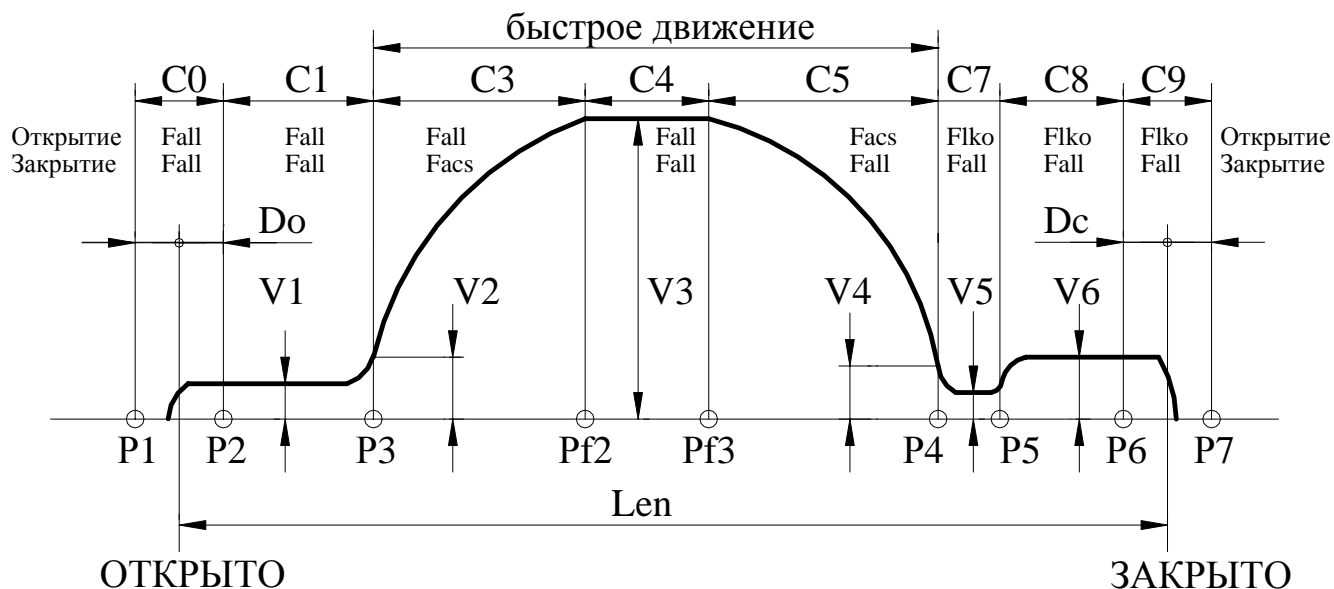

Рис.6. Траектория движения.
3.7.3.3. Если проем был уже промерен, то после синхронизации на 0, *Устройство* начинает двигаться по траектории, показанной на **рис.6**.
3.7.7.4. *Устройство* обрабатывает траекторию движения, показанную на **рис.6**, справа налево.
3.7.7.7. При **полном открытии**, когда *Устройство* определило наличие упора в зоне С0 (см. **рис.6**), замыкается СК ВКО. После этого *Устройство* переходит в режим одностороннего удержания.
3.7.8.4. *Устройство* обрабатывает траекторию движения, показанную на **рис.6**, слева направо.
3.7.8.7. При **полном закрытии**, когда *Устройство* определило наличие упора в зоне С9 (см. **рис.6**), замыкается СК ВКЗ. После этого *Устройство* переходит в режим одностороннего удержания.
- **E0L** – переезд зоны полного открытия (**C0, рис.6**) или полного закрытия (**C9, рис.6**). *Синхронизация* в этом случае выключается. Ошибка сбрасывается при смене кода направления вращения, но затем необходимо провести *синхронизацию* заново. При повторном неоднократном возникновении данной ошибки нужно провести **измерение проема**, если затем эта ошибка все равно будет возникать, необходимо проверить механику привода.
3.8.1. Рис.6, на котором показана траектория движения, отслеживаемая *Устройством*, поясняет назначение многих параметров, рассмотренных ниже. На рис.6 отображено также распределение сил на участках траектории отдельно при открытии и при закрытии (при переходе в режим удержания устанавливается соответствующая сила удержания).